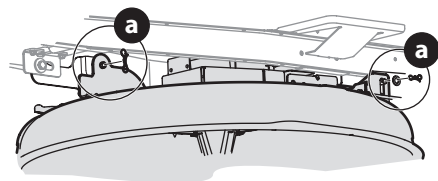

Figura 19
5. Extraiga los pasadores de chaveta con unión curva (a) que aún están sujetando la plataforma al montable (Figura 19).
5. Asegure la plataforma al brazo de elevación de la plataforma utilizando dos pasadores de chaveta con unión curva (a) (Figura 19).
- NOTA:** los pasadores de chaveta con unión curva (a) se deben volver a colocar de arriba hacia abajo (Figura 19).